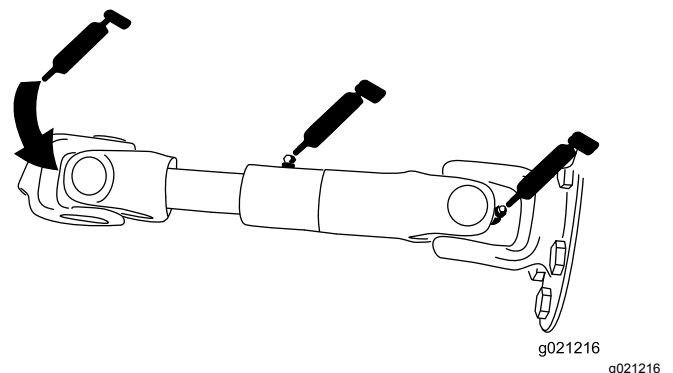

Figure 63
- Arbre d'entraînement de pompe (3) (Figure 63)